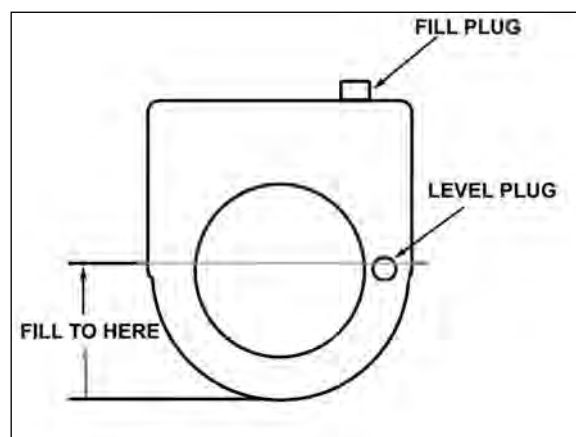

Figure 25. Remplissage d'huile de la boîte de transmission
3. Remplissez la boîte de transmission (par l'orifice de remplissage (Fill plug sur Fig 25)) jusqu'à ce que l'huile déborde juste de l'orifice de niveau.